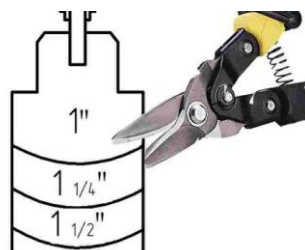

Рисунок 2.3 – Обрезание лопасти
- 3) Обрезать лопасть (3) ножницами по металлу. Резку проводить только по линии, нанесенной на лопасть, соответствующей желаемой длине лопасти (**Рисунок 2.3**). Лопасть не должна быть короче 1 дюйма!